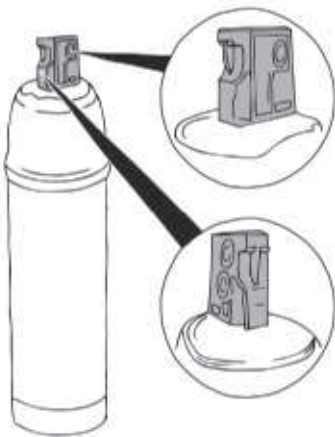

Abb. 34
7. Prüfen Sie, ob sich die 3 O-Ringe (Abb. 34) noch in den Einkerbungen der Filterkartusche befinden. Entnehmen Sie die O-Ringe ggf. aus dem Filterkopf. Die neue Filterkartusche enthält neue O-Ringe.